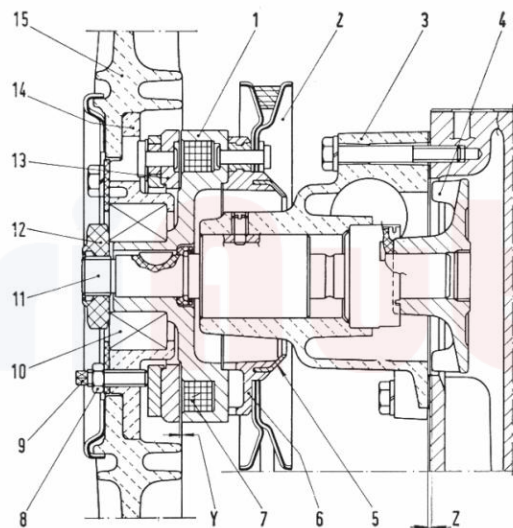

Abb. 36. - Schnitt durch die Wasserpumpe und den elektro- magnetisch ein- und ausgeschalteten Ventilator.
- die Muttern (8, Abb. 36) der drei Stellschrauben (9) lösen;
- die Schrauben (9) so drehen, bis die Messlehre den richtigen Abstand anzeigt;
- nach erfolgter Einstellung die Muttern (8) der Schrau- ben (9) wieder festziehen.
- mit einem trockenen Tuch den Kollektor (5, Abb. 36) sauber reinigen;
- die drei Muttern (8, Abb. 36) lösen, damit die Schrauben 9 zur Regelung des Abstands frei werden.
- die Schrauben (9, Abb. 36) langsam festziehen bis die Armatur an den Körper des Elektromagneten anzuliegen kommt.
- die drei Muttern (8, Abb. 36) zur Feststellung der Schrauben 9 wieder festziehen und damit ist der Ventilator in Dauerbetrieb gesetzt. Zur Behebung dieses Defekts muss die vollständige Scheibe mit Elektromagnet und Kollektor ausgetauscht werden.